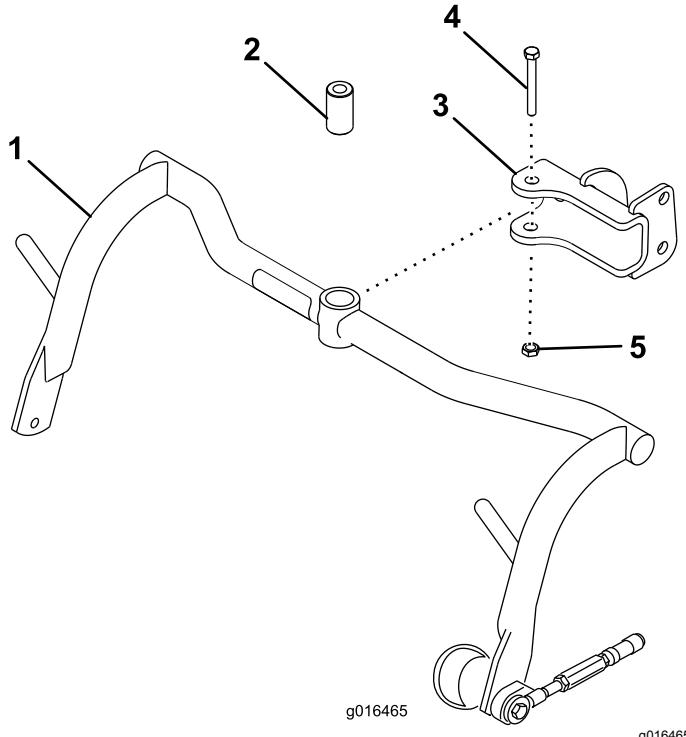

Figura 8
1. Montate un gruppo telaio portante su ciascun perno con testa con un distanziale, un bullone ($\frac{1}{2}$ " x $3\frac{1}{4}$ "") e un dado di bloccaggio ($\frac{1}{2}$ ""); fate riferimento a Figura 8. Serrate a una coppia di 91 - 113 N·m.